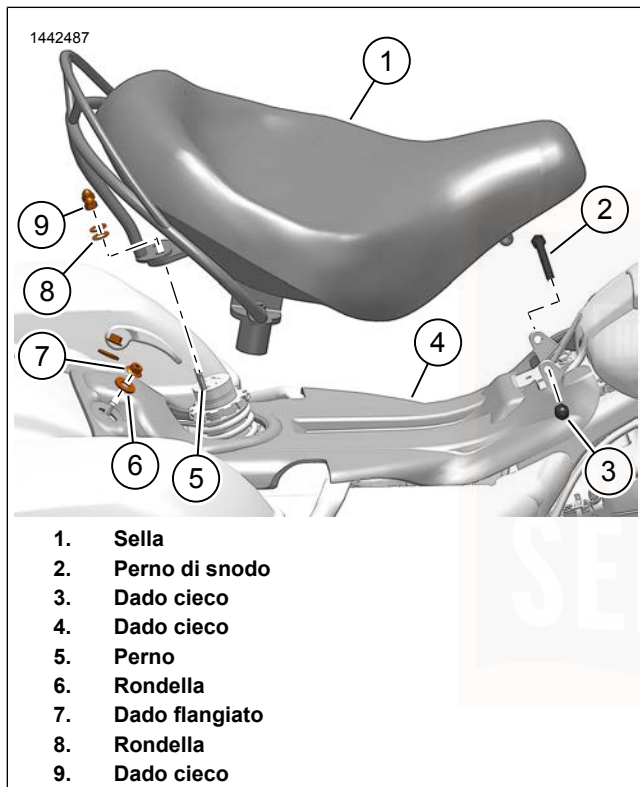

Figura 99. Attacco della sella (montaggio a molla)
1. Vedere Figura 99 . Rimuovere la sella.
- a. Rimuovere i dadi ciechi (9) e le rondelle (8).
- b. Rimuovere il dado cieco (3).
- c. Rimuovere il perno di snodo (2).
- d. Rimuovere la sella (1).
- a. Rimuovere i dadi flangiati (7) e le rondelle (6).
- b. Rimuovere la carenatura della sella (4).
1. Vedere Figura 99 . Se rimossa, installare la carenatura della sella:
- a. Installare le rondelle (6) e i dadi flangiati (7).